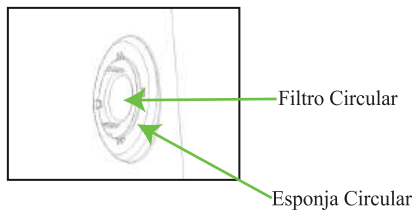

Figura 9
- Retire el filtro y reemplácelo por uno nuevo (Véase la Figura 9);